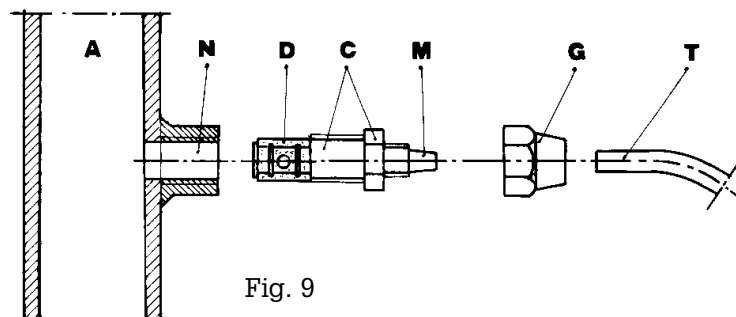

Fig. 9
g. - Seleccione el punto de inyección más apropiado en la tubería de la instalación a tratar y coloque un empalme de 3/8 " gas hembra. Este empalme no viene con la bomba. Enrosque la válvula de inyección en el empalme con la junta de impermeabilización de Teflón Fig.9. Conecte el tubo de la junta cónica de la válvula de inyección y asegúrelo con la abrazadera G correspondiente. La válvula de inyección es también una válvula estática.
3.1 -ESQUEMA DE MONTAJE DE LA VÁLVULA DE INYECCIÓN FIG. 9